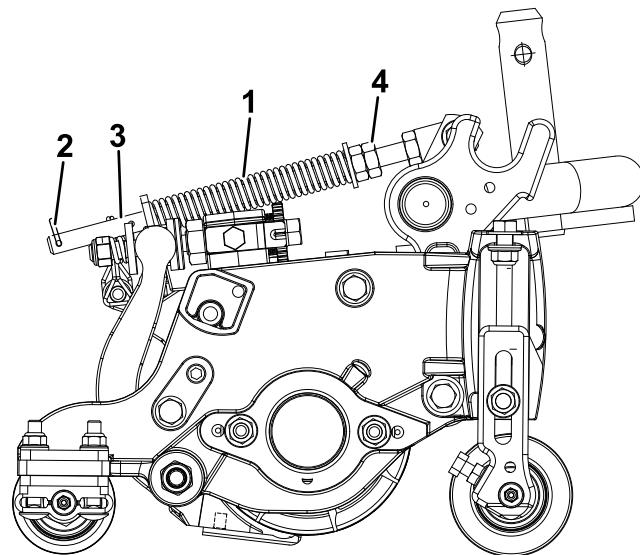

Bild 14
2. Ziehen Sie die Sechskantmuttern vorne an der Federstange an, bis die zusammengedrückte Länge der Feder (Bild 14) an 12,7-cm-Schneideinheiten 12,7 cm oder an 17,8-cm-Schneideinheiten 15,8 cm beträgt.
Die Rasenkompensierungsfeder (Bild 14) verlagert das Gewicht von der Front- zur Heckrolle. Dies reduziert ein Bobbing genanntes Wellenmuster auf der Rasenfläche.
1. Stellen Sie sicher, dass der Splint in das hintere Loch in der Federstange eingesetzt ist (Bild 14).